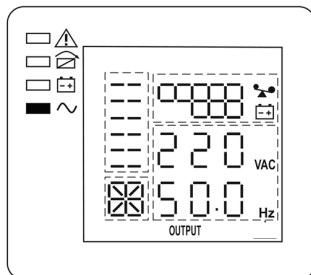

Рисунок 7 - Состояние ЖК-дисплея и индикаторов в режиме «ОСНОВНОЙ» (АКБ и нагрузки подключены).
- Включите изделие комбинацией кнопок  +  (см. п. 1 таблицы 2). Изделие выполнит автоматическое самотестирование, определит качество входного сетевого напряжения и уровень нагрузки. Процесс самотестирования сопровождается последовательным включением/выключением всех индикаторов. После самотестирования изделие перейдет в режим «ОСНОВНОЙ» и продолжит заряд АКБ. Индикатор «БАЙПАС» погаснет, а индикатор «ИНВЕРТОР» включится (см. рисунок 7).
- Включить нагрузки. Если нагрузок много, необходимо включать их последовательно, одну за другой, на ЖК-дисплее отобразится уровень нагрузки (см. рисунок 7).
Вновь подать сетевое напряжение. Изделие должно автоматически перейти в режим «ОСНОВНОЙ» (см. рисунок 7), либо в режим «ЭКО», если параметр ECO включён (см. Приложение 2, описание настройки параметров изделия).